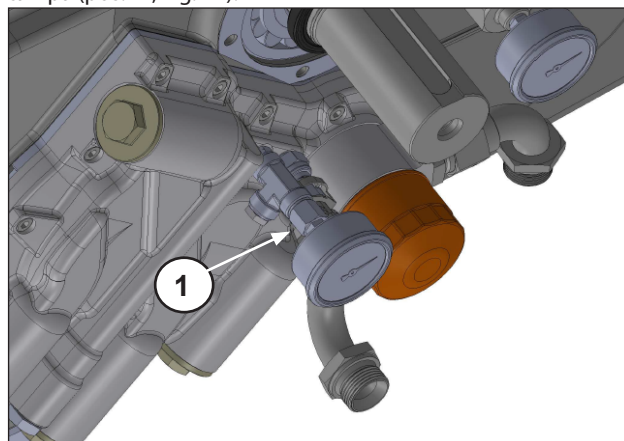

Fig. 14
Desparafuse e remova o manômetro, o bocal, as conexões e a tampa (pos. ①, Fig. 14).